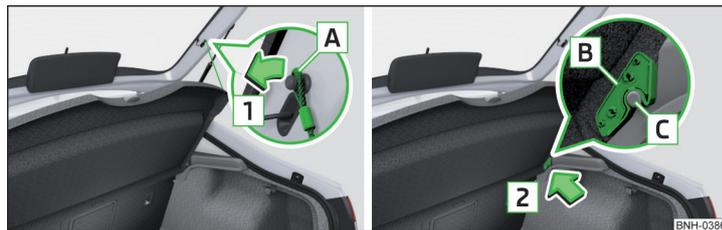

Fig. 78 Desmontar la cubierta del maletero
- Sacar las cintas de sujeción **A** de la tapa en sentido de la flecha **1** » fig. 78.
- Coloque los alojamientos **B** en la cubierta sobre los pernos **C** del revestimiento lateral » fig. 78.
- Los alojamientos **B** en la cubierta deben colocarse completamente en los pernos **C** del revestimiento lateral » fig. 78.
Si las cintas de sujeción **A** » fig. 78 están enganchadas en la tapa del maletero, entonces al abrir esta última, también se levantará la cubierta del maletero.